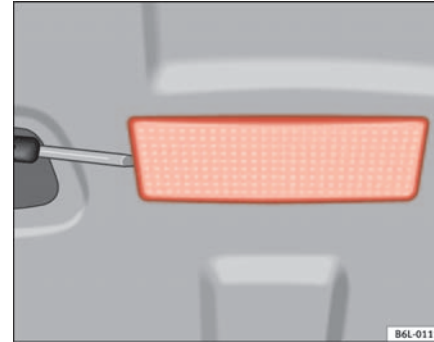

Fig. 155 Luz del maletero
- Introduzca un destornillador por su parte plana, en la hendidura del lado izquierdo. ⇒ fig. 155